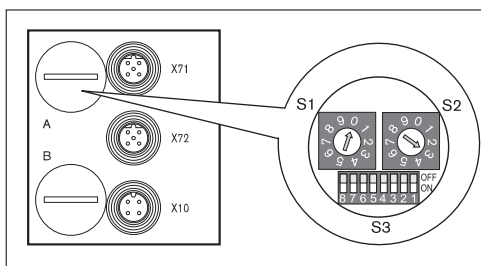

Fig. 8: Manopole S1, S2 per l'indirizzamento e selettore di modalità S3 sull'accoppiatore bus
- ▶ Con le manopole S1 e S2 assegnare liberamente l'indirizzo della stazione da 2 a 99 (ved. Fig. 8 a pagina 240).
Il selettore di modalità S3 per l'impostazione delle segnalazioni diagnostiche si trova al di sotto del pressacavo PG A (ved. Fig. 8 a pagina 240).